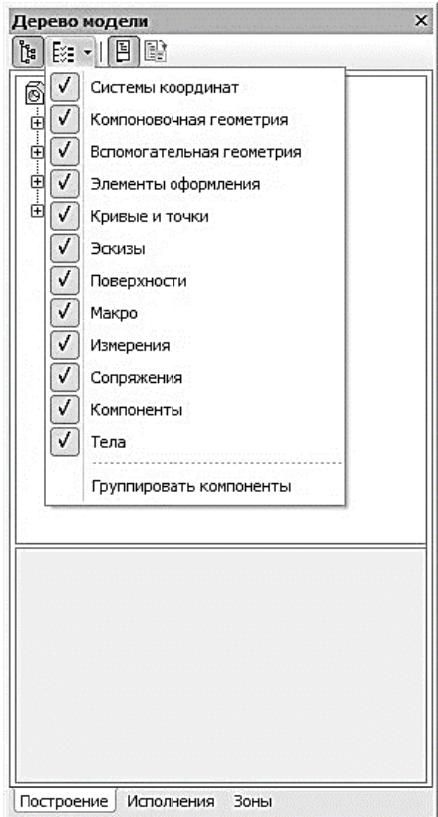

Рис. 8. Раскрывающийся список состава Дерева модели
- состав Дерева модели (рис. 8) позволяет выбирать группы объектов, которые следует отображать в Дереве модели (кнопка активна только в режиме отображения структуры модели);